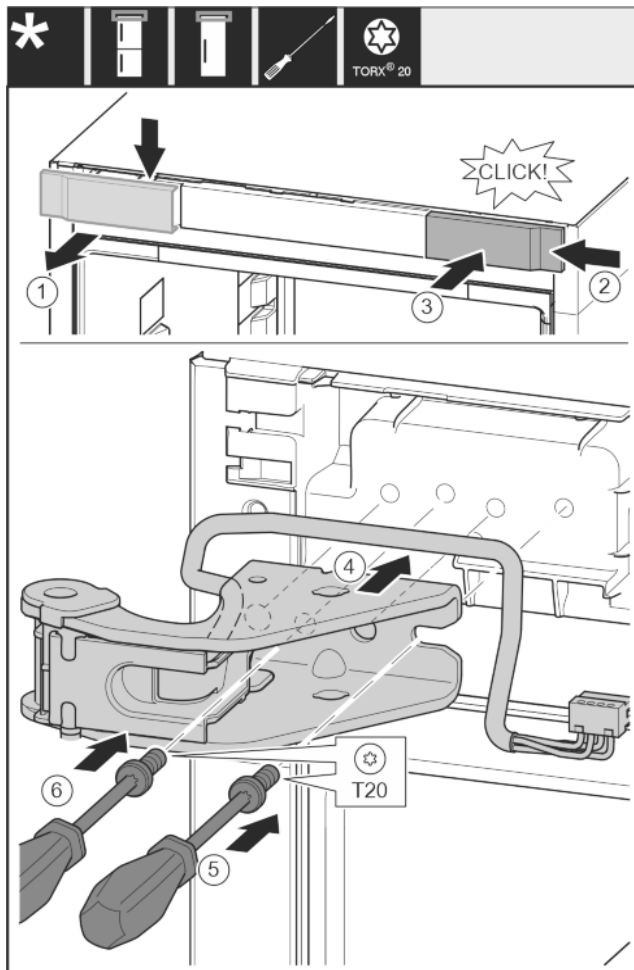

Fig. 25
- ▶ Odoberte kryt zhora dopredu. Fig. 25 (1)
- ▶ Kryt zaveste na druhú stranu sprava otočený o 180°. Fig. 25 (2)
- ▶ Kryt zaklapnite. Fig. 25 (3)
- ▶ Nasad'te hornú ložiskovú konzolu. Fig. 25 (4)
- ▶ Skrutku nasad'te a pevne zaskrutkujte skrutkovačom T20. Fig. 25 (5)
- ▶ Skrutku vložte a pevne zaskrutkujte skrutkovačom T20. Fig. 25 (6)